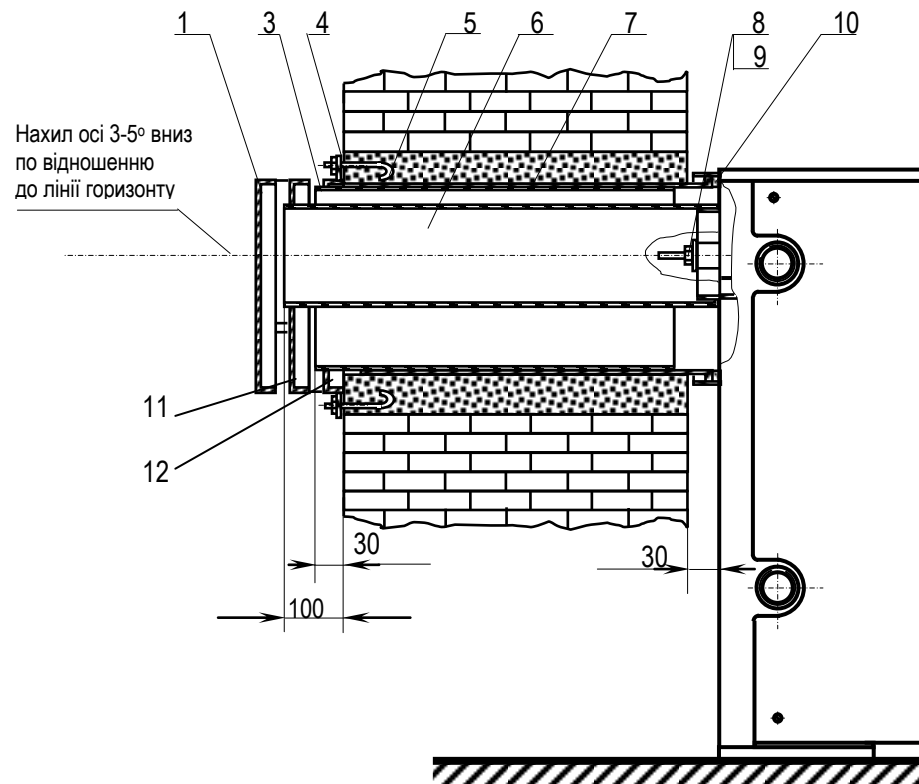

Рис. 3. Схема монтажу апарата.
2.2.2.1. Встановлення апарата повинно виконуватись відповідно до рис.3 у такій послідовності:
- зістикувати апарат із зовнішньою трубою повітреходу 7 так, щоб буртик на трубі ввійшов у кільцевий паз корпусу, з’єднання затягнути трьома гайками, стиснувши ущільнювач 10. Витяжна труба 6 повинна виступати за зовнішню площину стіни на 100 мм (див. рис. 3) зайву частину необхідно обрізати;